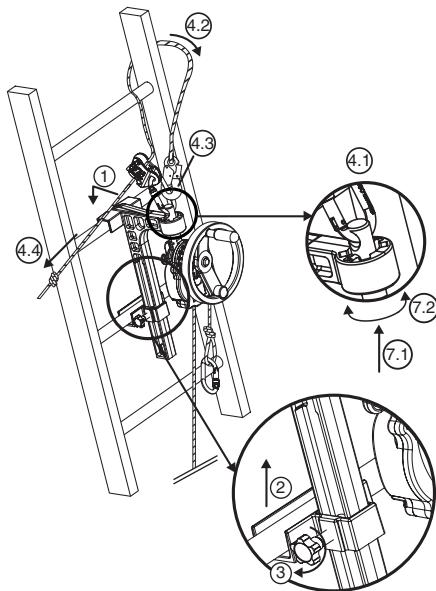

Fig. 6
6.3.2. Aparato Derope™ UP B (Fig. 6)
1. Colocar la consola grande bloqueable en el barrote de la escalera en la posición escogida para realizar la operación de salvamento, por encima de la persona a evacuar (Fig. 6, 1).
2. Hacer subir la corredera de bloqueo hasta el nivel del barrote inmediatamente debajo de aquel que recibe la consola grande (Fig. 6, 2).
3. Apretar el eje de bloqueo de la corredera utilizando el botón de apriete que se encuentra en el costado de la consola (Fig. 6, 3).
- Fijar el conector del dispositivo de ajuste LCM 05 en el agujero de la parte superior del eje de enganche (Fig. 6, 4.1).
- Pasar la correa de aseguramiento alrededor del barrote de la escalera situado encima de la consola rodeando uno de los montantes de la escalera (Fig. 6, 4.2).
- Conectar el conector de la correa de aseguramiento en el conector del dispositivo de ajuste LCM 05 (Fig. 6, 4.3).
- Tensar la correa de aseguramiento tirando del ramal libre (Fig. 6, 4.4).
7. Orientar el aparato Derope™ según la necesidad modificando la posición del eje de enganche en el dispositivo de indexación (Fig. 6, 7.1 – 7.2).